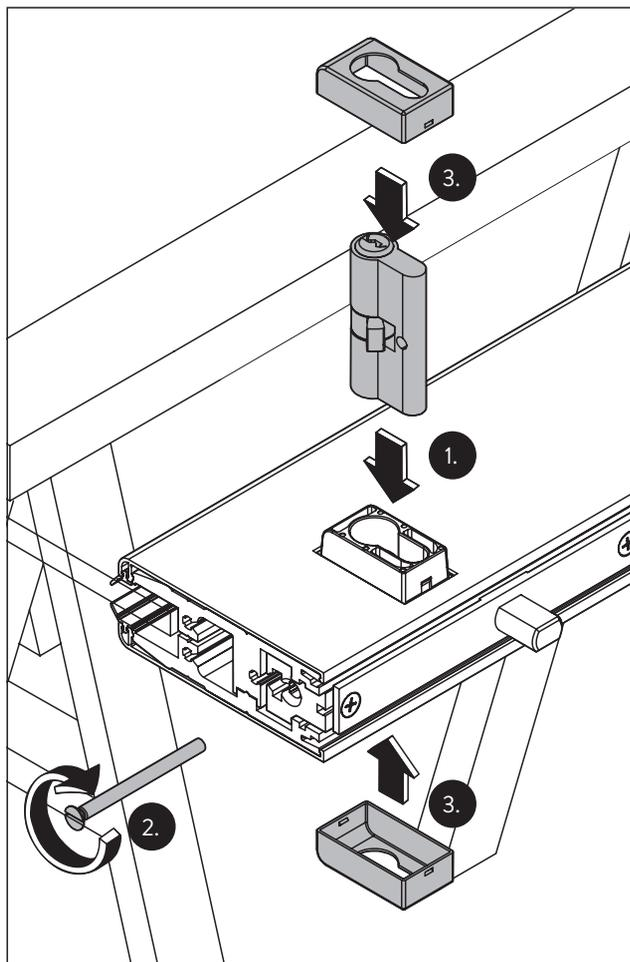

Fig. 42 Finalizzare il modulo della serratura
1. Inserire il cilindro di blocco. Verificare che la griglia del cilindro entri nella cavità (Fig. 42/1).
2. Serrare il cilindro di blocco con la vite della parte anteriore (Fig. 42/2).
3. Premere le chiusure sulle rosette (Fig. 42/3).